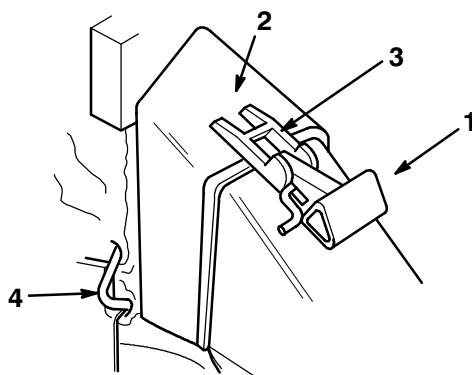

Figura 40
2. Compruebe que el asa de la puerta de descarga está completamente hacia adelante (puerta cerrada) tal como se muestra en la Figura 40.
Nota: La guarda del cepillo no está representada en la Figura 40 por razones de simplicidad.
3. Coloque la abertura de la puerta del saco sobre la abertura del canal de descarga tal como se muestra en la Figura 40.